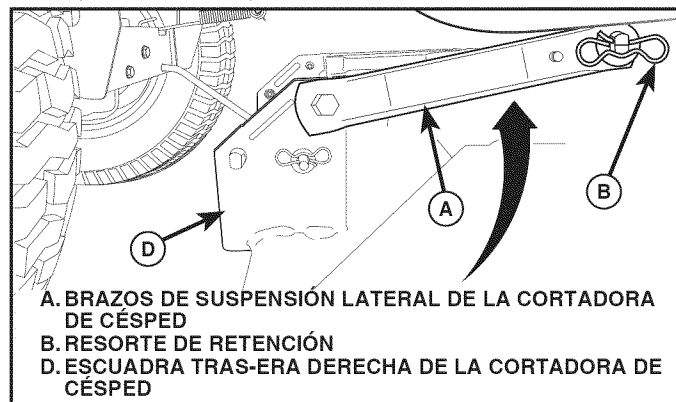

Fig. 36
6. INSTALE LOS BRAZOS DE SUSPENSIÓN LATERAL DE LA CORTADORA DE CÉSPED (A) EN EL CHASIS (Vea Fig. 36)
- Ubique el agujero delantero del brazo de suspensión lateral (A) sobre la chaveta en la parte exterior del chasis del tractor y asegure con una arandela grande y un resorte de retención grande (B).